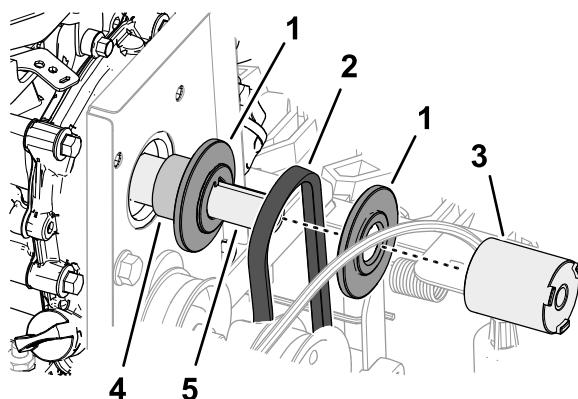

Figura 50
2. En la parte superior de la máquina, alinee la correa de tracción con la ranura de la polea de tracción, y coloque la correa de tracción sobre el cigüeñal del motor (Figura 50).